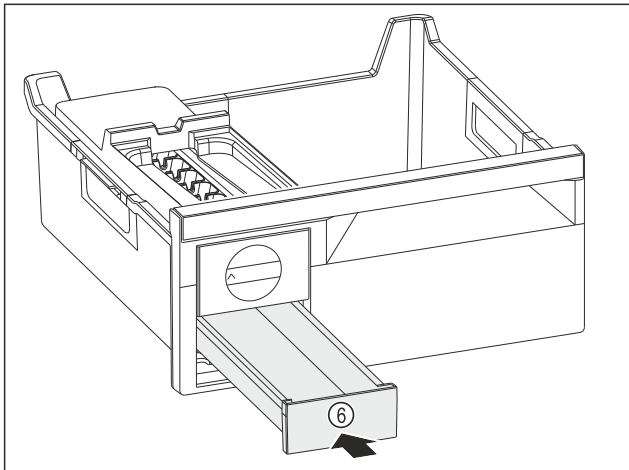

Fig. 79
- ▶ Predal za ledene kocke Fig. 79 (6) potisnite noter.